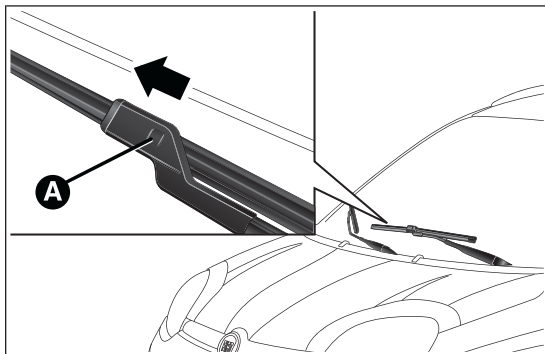

fig. 152
- ☐ levantar el brazo del limpiaparabrisas, pulsar la lengüeta A fig. 152 del muelle de enganche y extraer la escobilla del brazo;